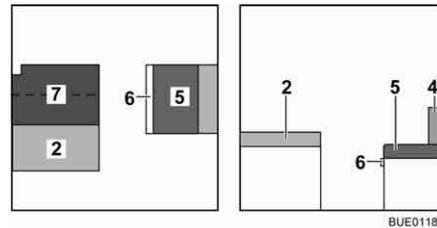

Bild 115 Während des Umbaus
- Das Zusatzpolster (Bild 115,7) aufklappen und auf den Tisch legen.